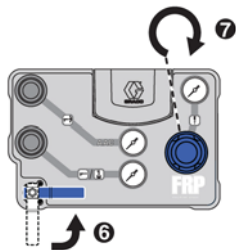

ABB. 28
7. Den Kugelhahn der Hauptluftversorgung in die geöffnete Stellung drehen. Siehe ABB. 28.
8. Den Druckregler für die Hauptluftversorgung langsam im Uhrzeigersinn drehen, bis auf dem Druckmesser der Hauptluftversorgung der gewünschte Druck angezeigt wird. Siehe ABB. 28.